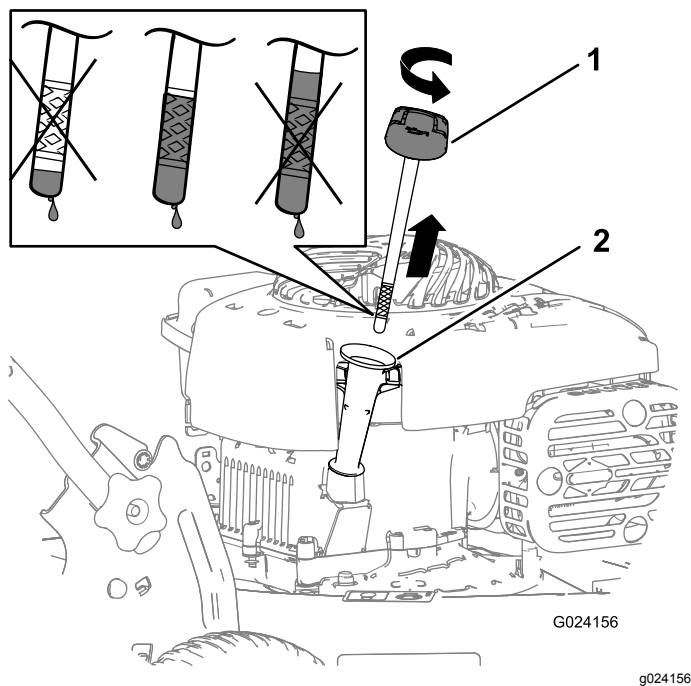

Figura 19
8. Rimuovete l'asta e controllate il livello dell'olio sull'asta (Figura 19).